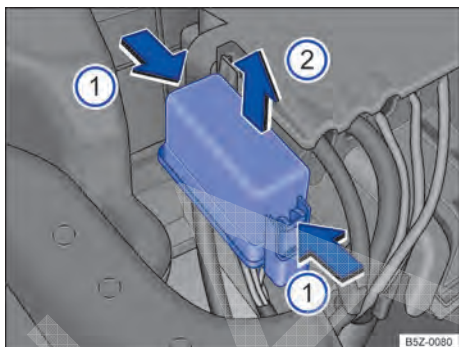

Fig. 167 No compartimento do motor: retirar cobertura da caixa de fusíveis.
- Pressionar as travas no sentido da seta ① para destravar a cobertura da caixa de fusíveis ⇒ Fig. 167.
- Remover a cobertura por cima ②.
- Para a **instalação**, colocar a cobertura sobre a caixa de fusíveis. Pressionar a cobertura para baixo, no sentido contrário ao da seta ②, até que trave de forma audível.